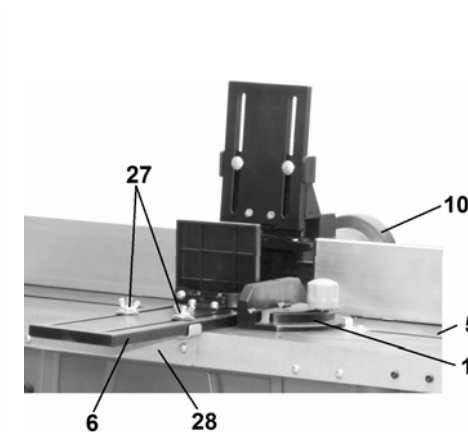

Рис.7
8.4.2. Как показано на Рис.7, на рабочем столе (5) установите и закрепите скобу (28). На скобе (28) установите и закрепите направляющую прижимной планки (6). В паз рабочего стола (5) установите направляющую скоба (11).